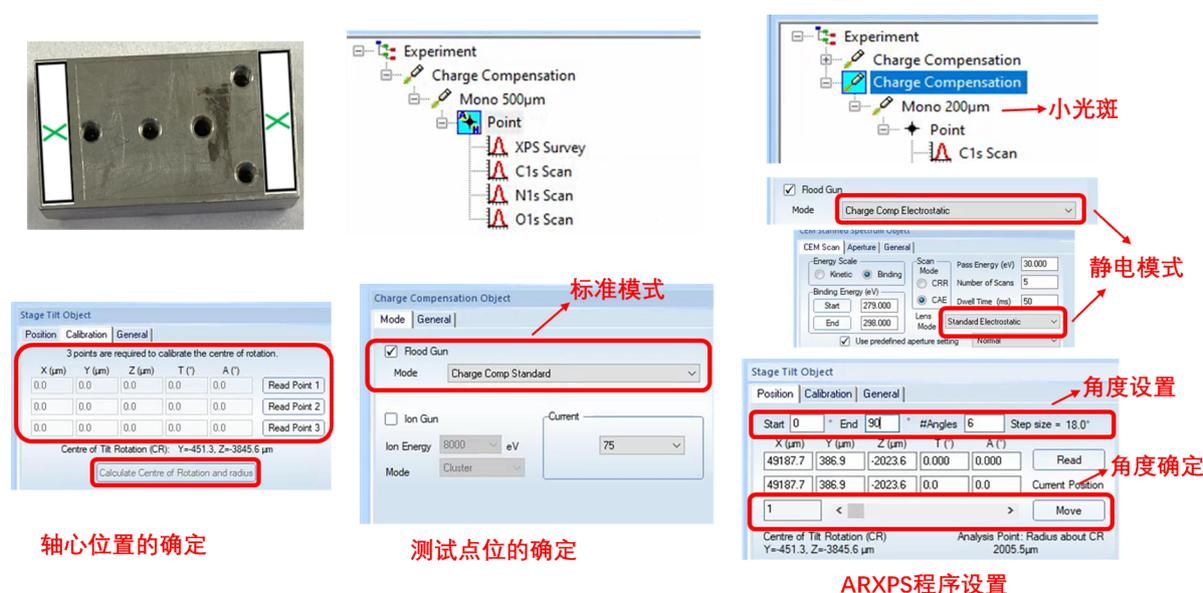

图 18 ARXPS 程序设置步骤
- (1) 实验前, 需找到样品架轴心位置; 制样时尽量将样品放置在小样品台的轴心位置, 并在两端贴上“X”标记, 以便后续轴心计算工作的展开。样品制备如图 18 左上角所示。
- (2) 确保各角度得到的中心位置偏离小于  $100\mu\text{m}$ (最好在  $50\mu\text{m}$  内)
- (3) 轴心位置的读取
- (4) 参照图 18 中间部分, 插入荷电中和枪、X-Ray、测试点(勾选 Auto-high)确定测试高度, 注意: 此时荷电中和枪为标准模式。
- (5) 角分辨数据采集参数设置: 选择**小光斑**、中和枪以及图谱采集模式均设置为**静电模式**, 参照图 18 右边部分。